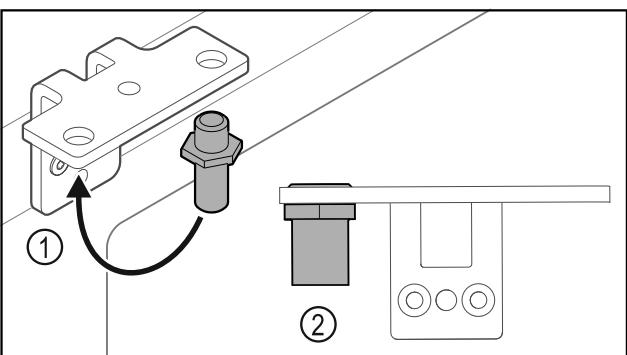

Fig. 17
- Pārlieciet tapu Fig. 17 (1) lokāmajā kronšteinā.
- Pievelciet tapu Fig. 17 (2) ar **griezes momentu 12 Nm**.